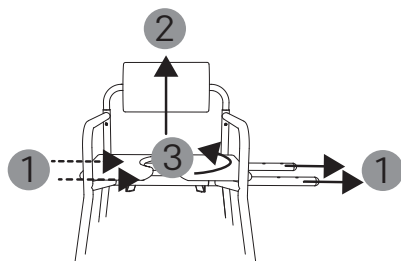

fig. 23
2. Dans la prochaine étape, appuyez sur les embouts (gauche et droite) pour sortir les tubes enfichables latéralement (1, fig. 23), de façon à ce qu'ils sortent du côté opposé. Vous pouvez maintenant retirer les tubes enfichables (1, fig. 23).
3. La surface d'assise est détachée et elle peut maintenant être soulevée (2, fig. 23) et tournée de 180° (3, fig. 23).